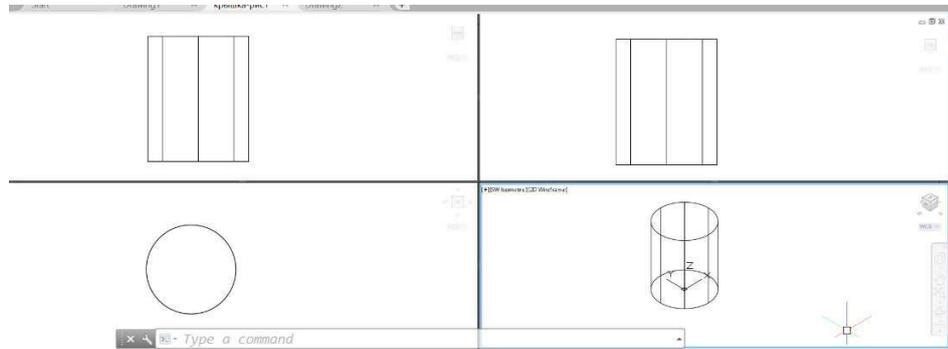

Рис.5.13
- Створимо чотири видових екрани. В кожному видовому екрані встановлюємо свій вид: спереду, зверху, зліва, аксонометрію. Це дозволить не допустити похибок при переміщенні примітивів. Вибираємо примітив, відносно якого розташовані інші. В нашому випадку циліндр R20, h50, початок основи циліндра 0,0,0 (рис.5.13)